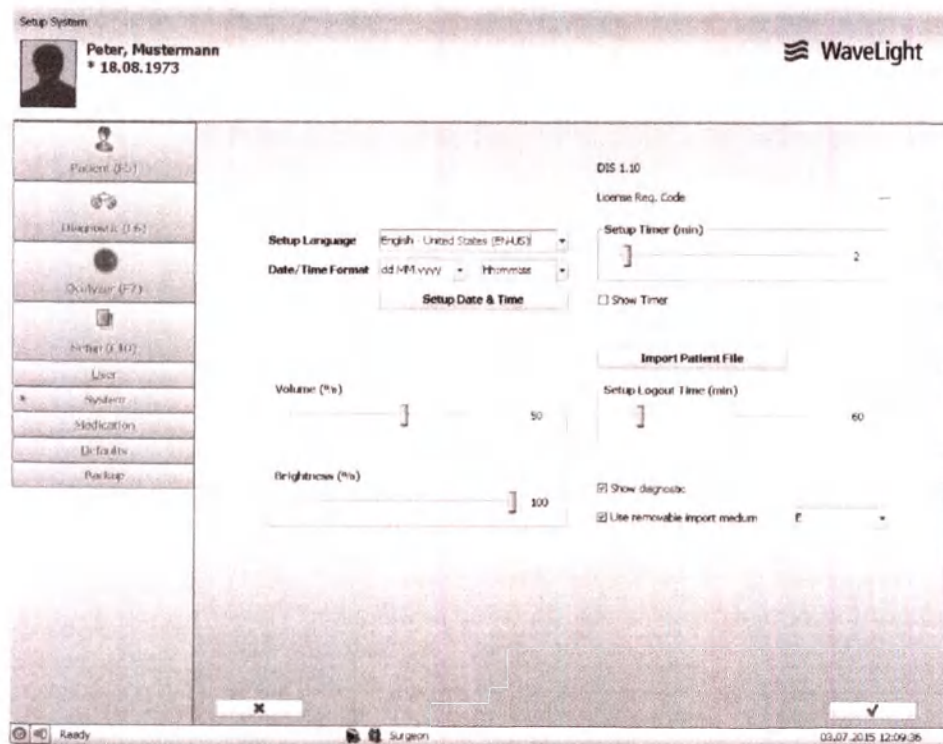

Рисунок 35. Начальная установка системы
- Портальное программное обеспечение базы данных имеет таймер, который можно включать и выключать при помощи флажка «Показать таймер» (см. рисунок 35 "Установка системы" на странице 61). При помощи полосы прокрутки вы можете настроить время обратного отчета в минутах по умолчанию.